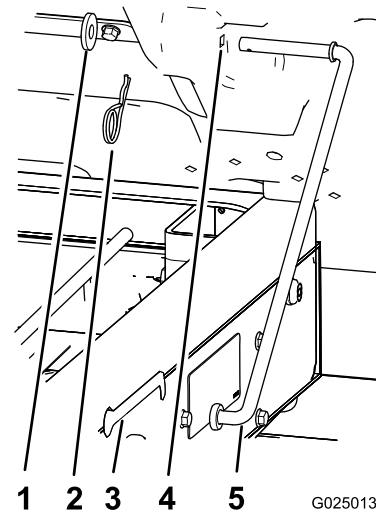

Figure 4
4. Retirez la goupille fendue et la rondelle qui fixent la béquille au fond du plateau (Figure 4).
5. Faites glisser la béquille en avant pour la déposer du support sur le cadre (Figure 4).